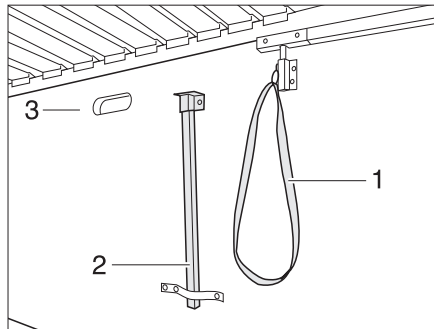

Fig. 141 Appui et déverrouillage
- Ouvrir le portillon de l'espace de rangement et ouvrir le support (Fig. 141,2) se trouvant sous le lit.
- Tirer sur la boucle (Fig. 141,1) et faire basculer le lit (Fig. 141,3) vers le bas.